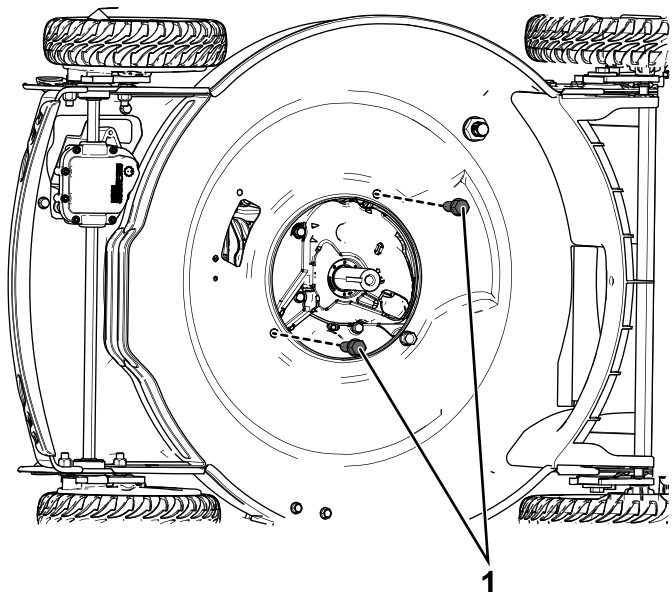

Figura 7
1. Montate i 2 bulloni di montaggio del motore (3/8" x 1") e serrateli a 45,2 N·m (Figura 7).